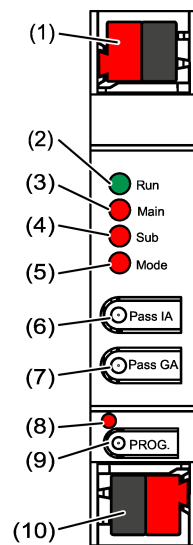

Figure 1: Vue de devant
La LED d'état **Run** montre l'état des fonctions de filtrage, (voir figure 1).
- Raccorder les câbles de bus avec les bornes de raccordement KNX (voir figure 1) en respectant la polarité.
- Raccorder la ligne supérieure à la borne de raccordement inférieure (10). Ce raccord alimente l'appareil.
- Raccorder la ligne inférieure à la borne de raccordement supérieure (1).